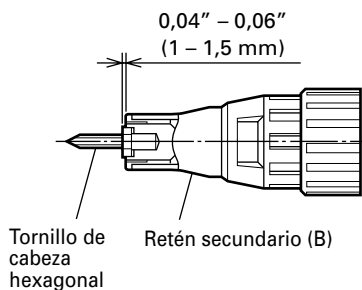

Fig. 4
- (1) Para tornillos de cabeza hexagonal (Fig. 4) Monte un tornillo de cabeza hexagonal en el portatornillos y fije la distancia de 0,04"-0,06" (1-1,5 mm) entre el extremo del retén secundario y el extremo de la cabeza del tornillo.